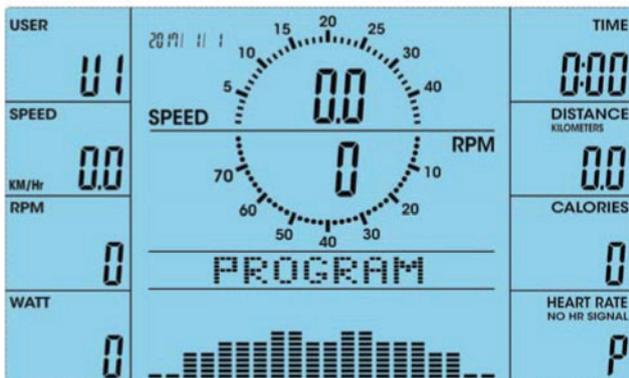

Abb. 18
1. Nachdem Sie den PROGRAM Mode betreten haben (Abb. 18), können Sie mit den UP/DOWN Tasten eines der 12 Hügelprogramme auswählen (Abb. 19 bis 30).